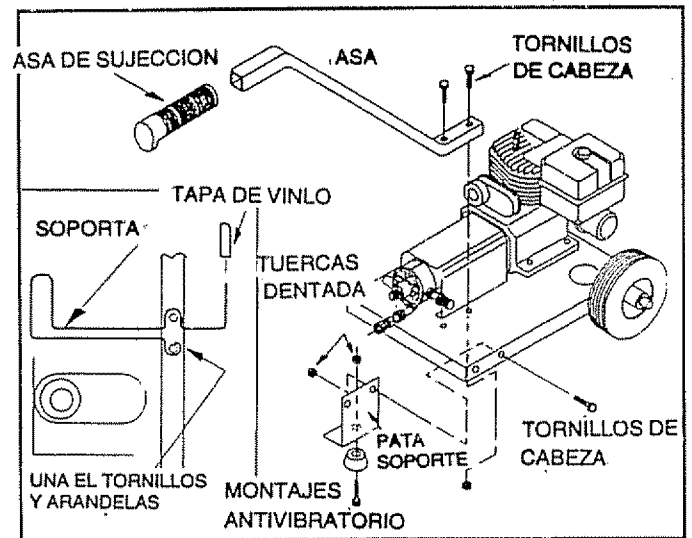

FIG. 2
- Unir las patas de soporte a la base como se muestra en la Fig 2 con los tornillos de presión de cabeza hexagonal y las contratuerzas dentadas.
- Coloque el asidero de la manilla en el asa guía y luego una el asa guía a la base como se muestra en la Fig 2 con dos tornillos de presión de cabeza hexagonal de M8-1 25 x 40mm y dos contratuerzas dentadas.